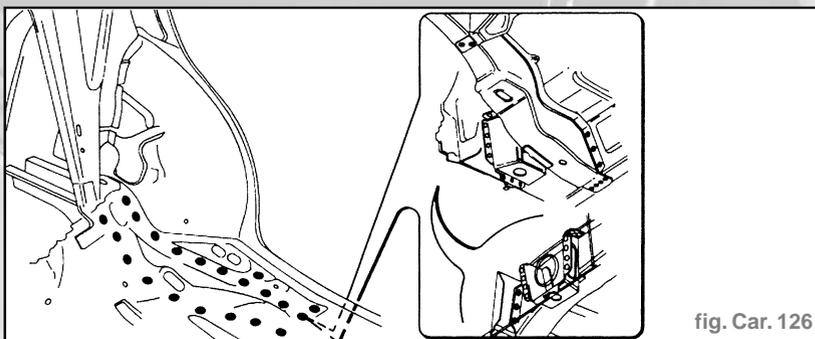

fig. Car. 126
- Faire sauter les points de soudure inférieurs et supérieurs du longeron (fig. Car. 126).